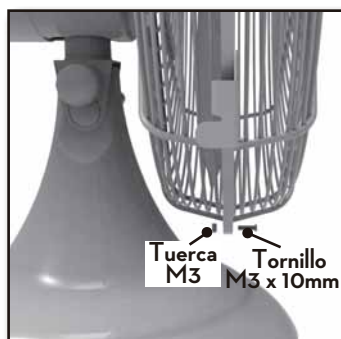

Figura 12
- Monte la rejilla delantera en la rejilla trasera, apriete las rejillas usando el tornillo y la tuerca de bloqueo de la rejilla en la parte inferior de la rejilla. Figura 12.